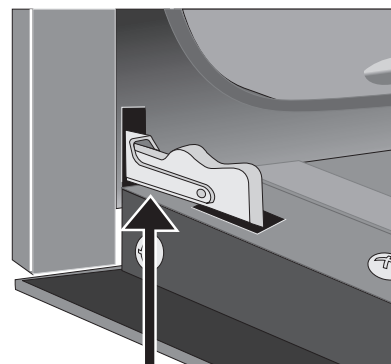
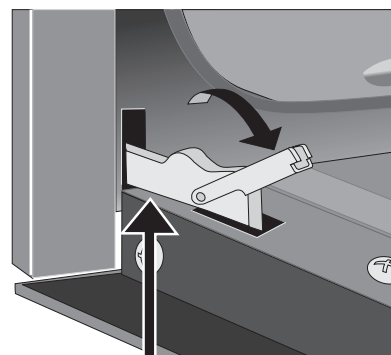

Figure 13 : Charnière de porte verrouillée
Figure 14 : Déverrouiller la charnière de porte
2. Tirez vers l'avant le verrou situé sur chaque support de charnière du four jusqu'à ce que le verrou s'arrête. Vous devrez peut-être appliquer une petite pression vers le haut sur le verrou pour le tirer vers le haut (Figure 13 et Figure 14).
4. Poussez les verrous des charnières de droite et de gauche vers le haut et dans le cadre du four jusqu'à ce qu'ils soient en position verrouillée (Figure 13).